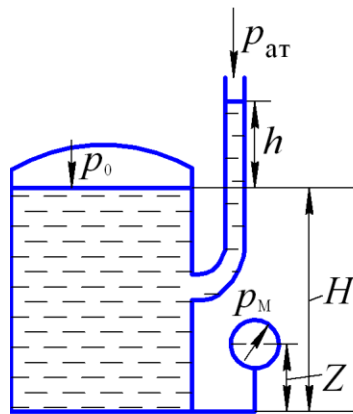

Рисунок 1.21
**Задача 18** (рис.1.21). Манометр, подключенный к закрытому резервуару с жидкостью, показывает избыточное давление  $p_m$ . Определить абсолютное давление воздуха на свободной поверхности в резервуаре  $p_0$  и высоту  $h$ , если уровень жидкости в резервуаре  $H$ , расстояние от точки подключения до центра манометра  $Z$ . Исходные данные к задаче приведены в табл. 18.